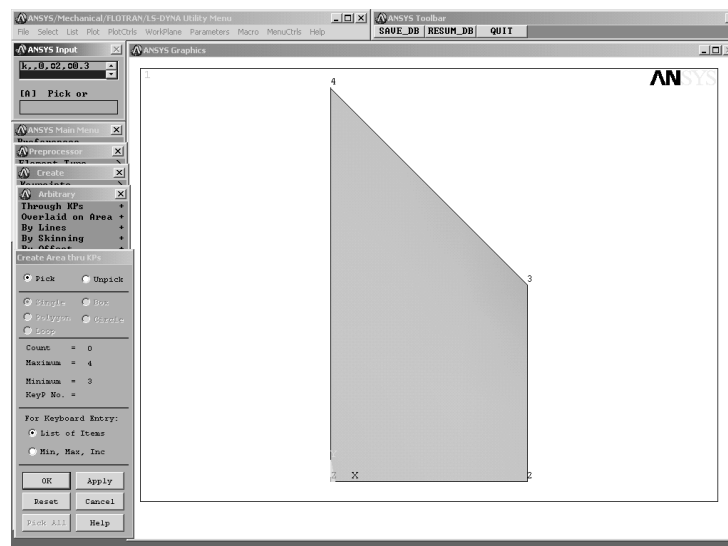

Рис. 5.1. Создание поверхности по точкам
- 2) Создать поверхность (см. рис. 5.1) по построенным точкам **MM** → **PrPr** → **Create** → **Areas** → **Arbitrary** → **through KPs**;